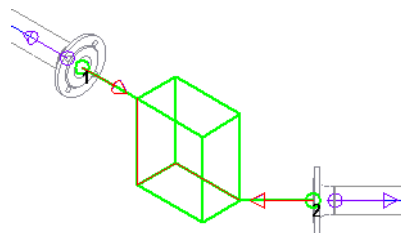

Рис. 1
- ▼ **Параллельно осям** — выбранные точки соединяются несколькими сегментами, лежащими на ребрах параллелепипеда, вписанного между объектами или между линиями на продолжении объектов (рис. 1).